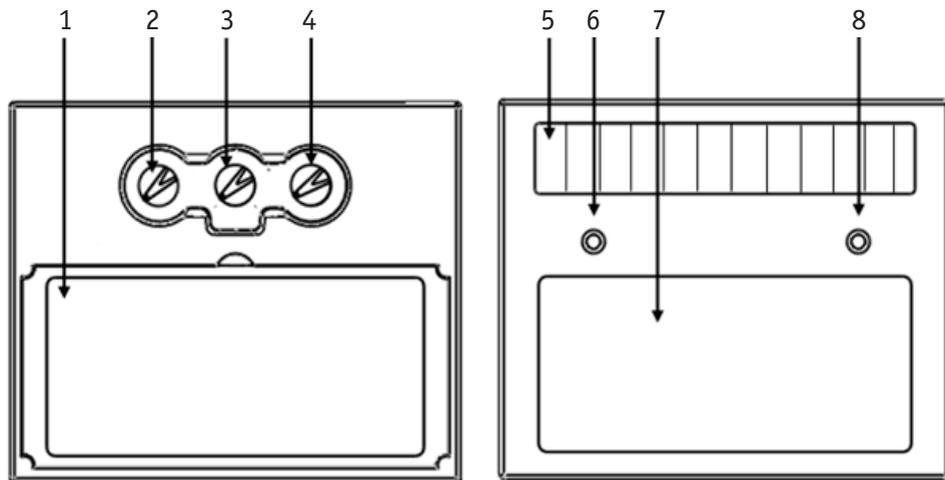

Рис. 6.2. Светофильтр LY400.
2. Автоматический светофильтр (См. рис. 6.2).
На рис. 6.2 показан светофильтр модели LY400.